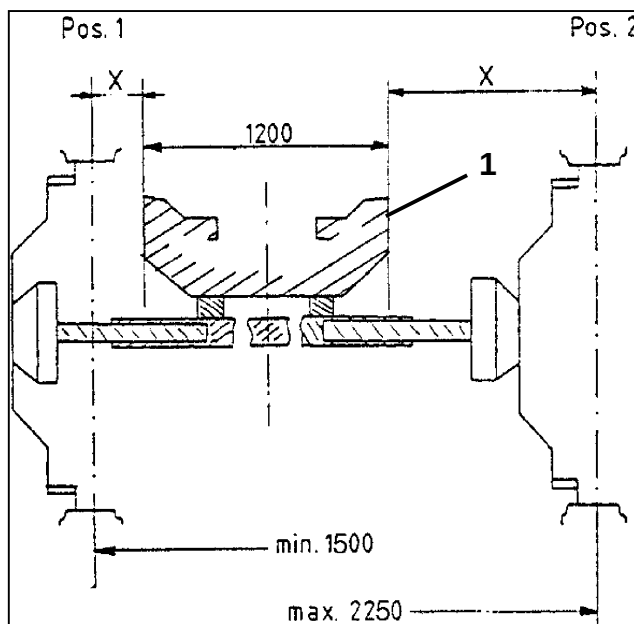

Fig. 4.3
- Trinløs fra 1.500 mm til 1.960 mm når hjulmonteringen er lig med position 1 (Fig. 4.3).
- Trinløs fra 1.700 mm til 2.250 mm når hjulmonteringen er lig med position 2 (Fig. 4.3).
- Skub akselhalvparten i den position som De ønsker. Hertil tage målet "x" fra underkanten af grundrammen (fig. 4.3/1) til midten af sprøjtenes hjul, og skub akslen i den ønskede position.
På UG 4500 Nova skal sporvidden indstilles, med den tilsvarende hjulmontering (Fig. 4.3):
Position 2: 2250 mm (Fig. 4.3)